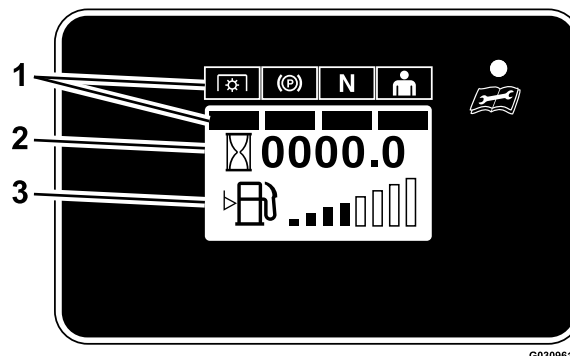

Figure 8
Une fois les écrans d'accueil passés, l'écran par défaut s'affiche (Figure 8).
- Si la tondeuse est équipée d'un transmetteur de niveau de carburant, l'écran par défaut montré à la Figure 8 s'affiche.